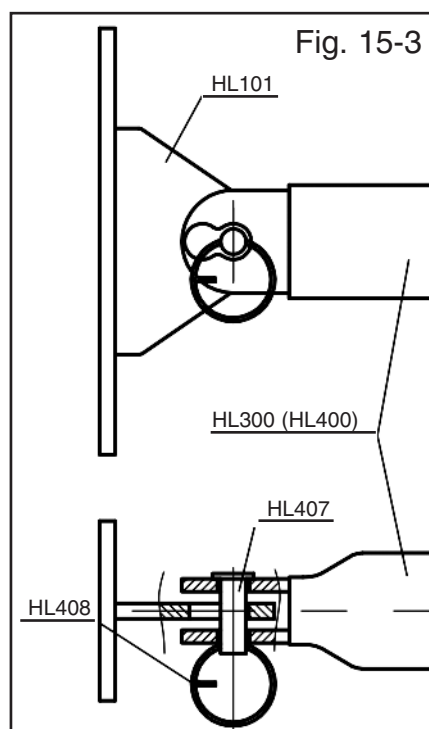

Fig. 15-3
- fig. 15-3 fissaggio alla piastra HL101